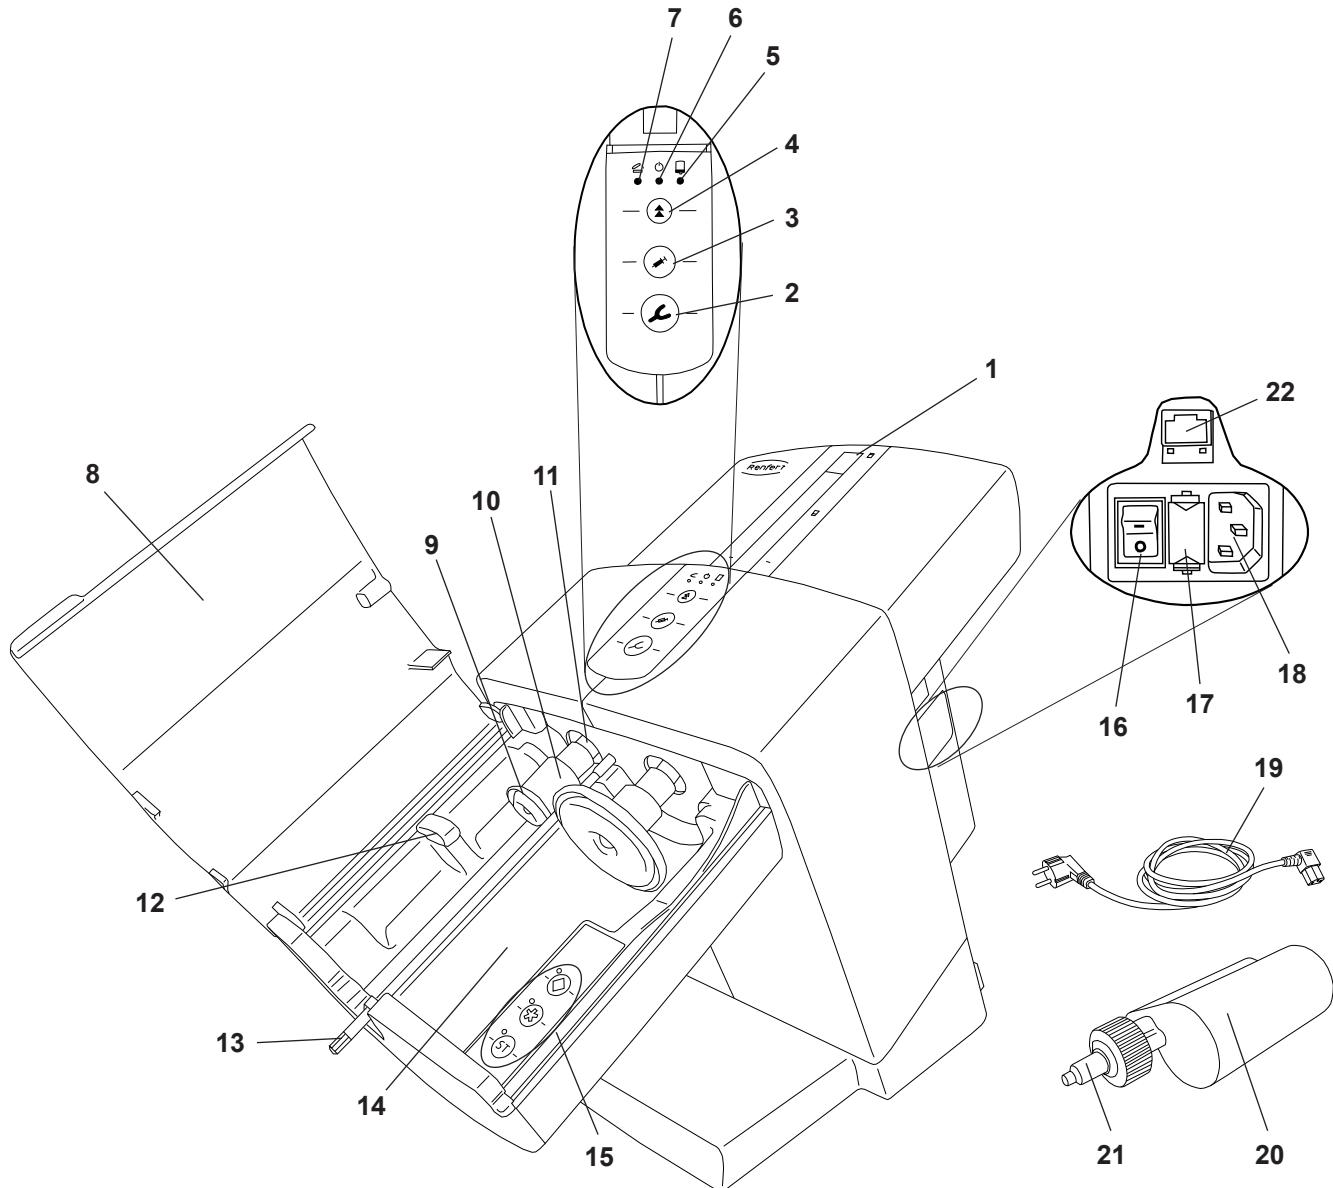
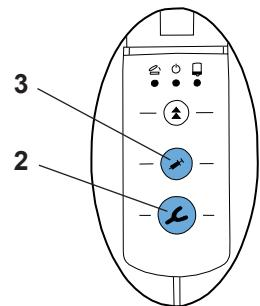

Fig. 1
Fig. 8
- ⇒ Inserire il cordone di rete (19, Fig. 1) incluso nella confezione nella presa per l'allacciamento di rete (18).
- ⇒ Accendere l'apparecchio premendo il pulsante di rete (16).
- ⇒ Chiudere il coperchio dell'apparecchio (8, Fig. 1).
- ⇒ Premere il tasto di ritorno (4).
- ♦ Gli stantuffi (9, Fig. 1) tornano indietro nella posizione iniziale e si arrestano in questa posizione.
- ⇒ Rimuovere il dispositivo di sicurezza per il trasporto (23).
È possibile inserire e sostituire una cartuccia, solo quando i due stantuffi (9, Fig. 1) si trovano nella posizione di partenza.
⇒ Chiudere il coperchio dell'apparecchio (8, Fig. 1).
⇒ Aprire il coperchio dell'apparecchio (8, Fig. 1).
Finché il coperchio dell'apparecchio non è chiuso in modo corretto, la spia LED a luce rossa "coperchio dell'apparecchio" (7, Fig. 1) rimane accesa.
- Se si preme un pulsante per l'estrusione del materiale senza aver prima selezionato un programma o porta-impronta (2, Fig. 8) o siringa (3, Fig. 8), l'apparecchio richiama automaticamente il programma ^(ST). La spia LED in prossimità del pulsante ^(ST) si accende.
- ⇒ Premere e tenere premuto il pulsante di avanzamento (2) o (3):
- Porta-impronta (2), elevata velocità di estrusione
- Siringa (3) bassa velocità di estrusione
- ◆ L'asta esagonale (13, Fig. 1) comincia a ruotare e si inserisce automaticamente nel puntale miscelatore (21, Fig. 1) prima di fermarsi nuovamente.